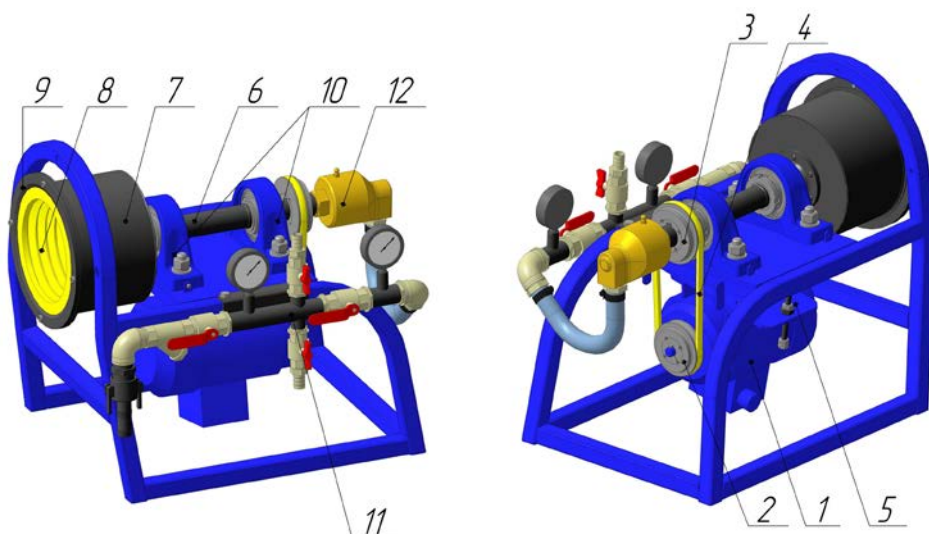

Рисунок 2. Внутреннее устройство
1.1.4.4 В качестве электропривода (рис. 2) используется асинхронный электродвигатель АИС71В4У2 (1), который приводит во вращение ротор концентратора посредством клиноременной передачи, образованной ведущим (2) и ведомым (3) шки-
Используемая в технологическом процессе промывочная вода не должна иметь грязевых примесей и посторонних включений, наличие которых может привести к закупорке отверстий в конусе (8, рис. 2), что в значительной мере снижает показатели извлечения.
2.2.3.3 Проверить надежность крепления электродвигателя (1, рис. 2) и натяжение приводных ремней (4, рис. 2). Регулировку натяжения ремней осуществлять путем вращения упорного болта.